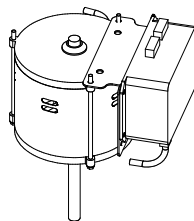

Figura 1
1. Consulte la Figura 1, fije el soporte a la parte superior del motor utilizando los dos pernos pasantes del motor. Fije con dos tuercas n.º 8-32 que se proporcionan.